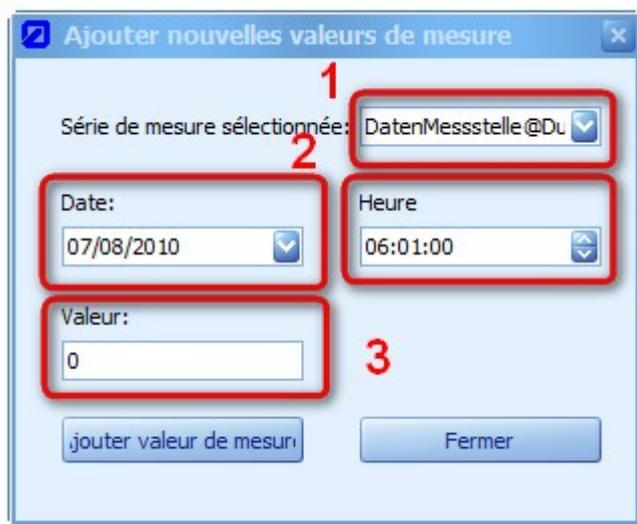

Figure 56: Dialogue pour la création d'une nouvelle valeur de mesure
Il est possible de rajouter une nouvelle paire de valeurs à un enregistrement existant, comprenant l'horodatage et valeur de mesure. A cette fin, exécutez dans le tableau composants via menu contextuel clic droit l'option „Rajouter valeur de mesure“. La boîte de dialogue permet à présent de définir une nouvelle valeur de mesure. Indépendamment de la ligne sélectionnée dans le tableau composants, la valeur de consigne actuelle (Figure 56, Point (2)) en est dérivée. Elle est précisément augmentée d'une minute.